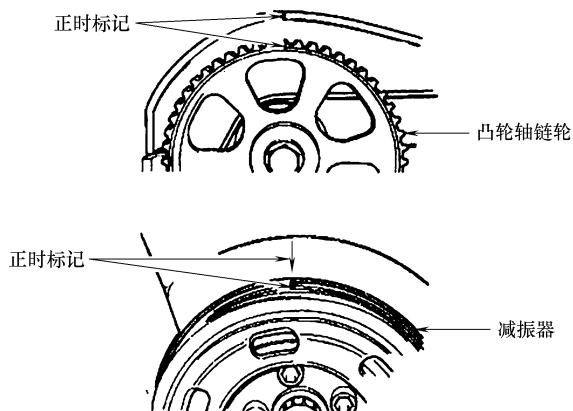

图 2-8 对齐曲轴和凸轮轴正时标记
1) 确认曲轴位于 1 缸压缩行程上止点位置，将凸轮轴链轮上的正时标记与气缸盖罩上的正时标记对齐，如图 2-8 所示。